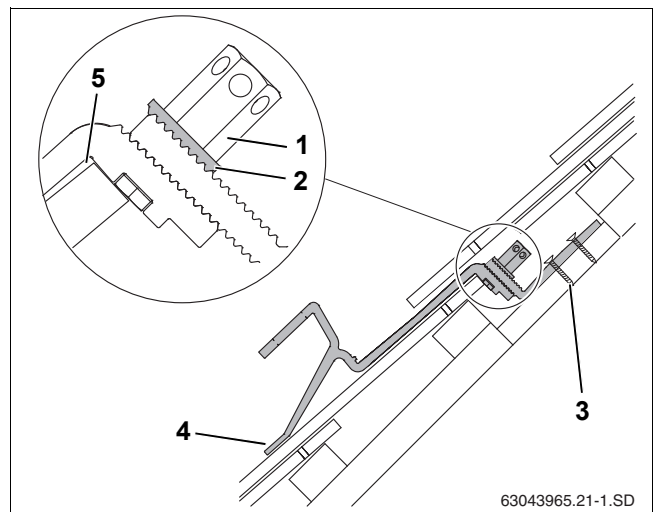

Рис. 19 Установленный кровельный крюк - разрез с обрезанной нижней частью
- ▶ Установите переднюю подпорку на черепицу таким образом, чтобы она при нагрузке прилегала к ней (рис. 19, [4]).
При этом должен быть зазор между кровельным крюком и верхним краем черепицы (рис. 19, [5]). При необходимости подгоните черепицу сверху.
Зубчатая подкладная шайба (рис. 19, [2]) должна войти в зацепление с нижней частью кровельного крюка.
- ▶ Затяните высокие гайки (рис. 19, [1]). Для этого вставьте ключ SW 5 в отверстие гайки и поверните его.
- ▶ Нижнюю часть кровельного крюка прикрепить к стропилам или доскам/брусу минимум в первом (рис. 19, [3]) и втором отверстии соответствующими шурупами.